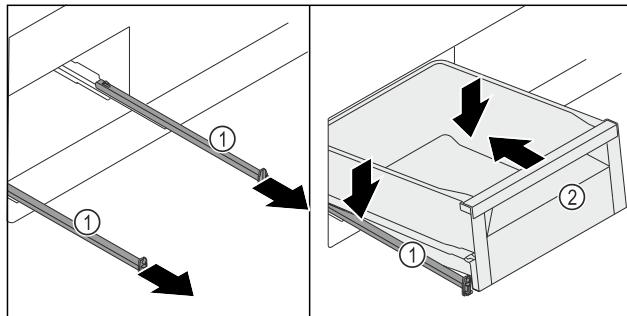

Fig. 134
- ▶ Изтеглете релсите Fig. 134 (1).
- ▶ Задръжте здраво релсите Fig. 134 (1) и поставете чекмеджето Fig. 134 (2) под ъгъл отгоре върху релсите Fig. 134 (1).
- ▶ Избутайте чекмеджето Fig. 134 (2) върху релсите Fig. 134 (1) докрай назад.